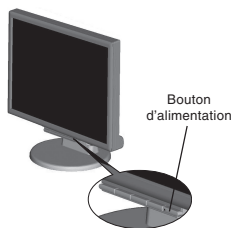

Figure C.1
4. Reliez tous les câbles au connecteur approprié à l'arrière du moniteur (**Figure B.1**). Branchez les écouteurs (non fournis) au connecteur approprié à l'arrière du moniteur (**Figure C.1**).
6. Allumer le moniteur avec le bouton d'alimentation situé à l'avant (Figure C.1) ainsi que l'ordinateur.